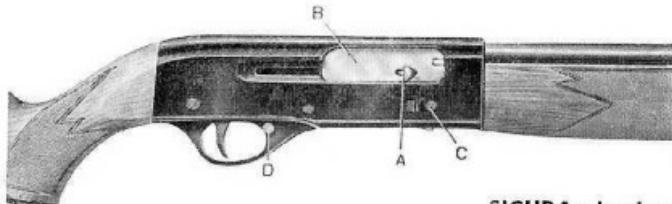

Fig. 1
SICURA: la sicura (D) è a pulsante trasversale allegata anteriormente al grilletto. L'arma è in sicura quando, dopo aver sospinto il pulsante da sinistra a destra, l'anello rosso, indicante la posizione di sparo, non risulta più visibile. Per togliere la sicura, sospingere il pulsante da destra a sinistra (il cerchio rosso risulterà visibile) (vedi Fig. 1).